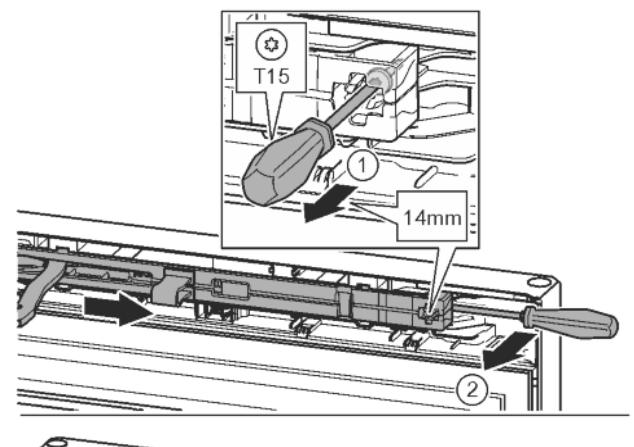

Fig. 15
- За допомогою викрутки T15 ослабте гвинт на демпферному вузлі приблизно на 14 мм. Fig. 15 (1)
- Переміщаючи викрутку з боку ручки за демпферний вузол, поверніть уперед. Fig. 15 (2)
- Витягніть демпферний вузол. Fig. 15 (3)